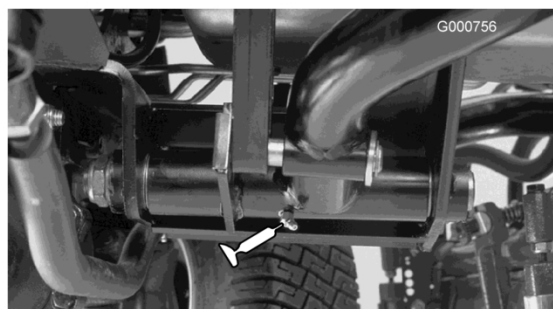

Figura 36
- Articulações do braço de elevação traseiro (2) (Figura 36)